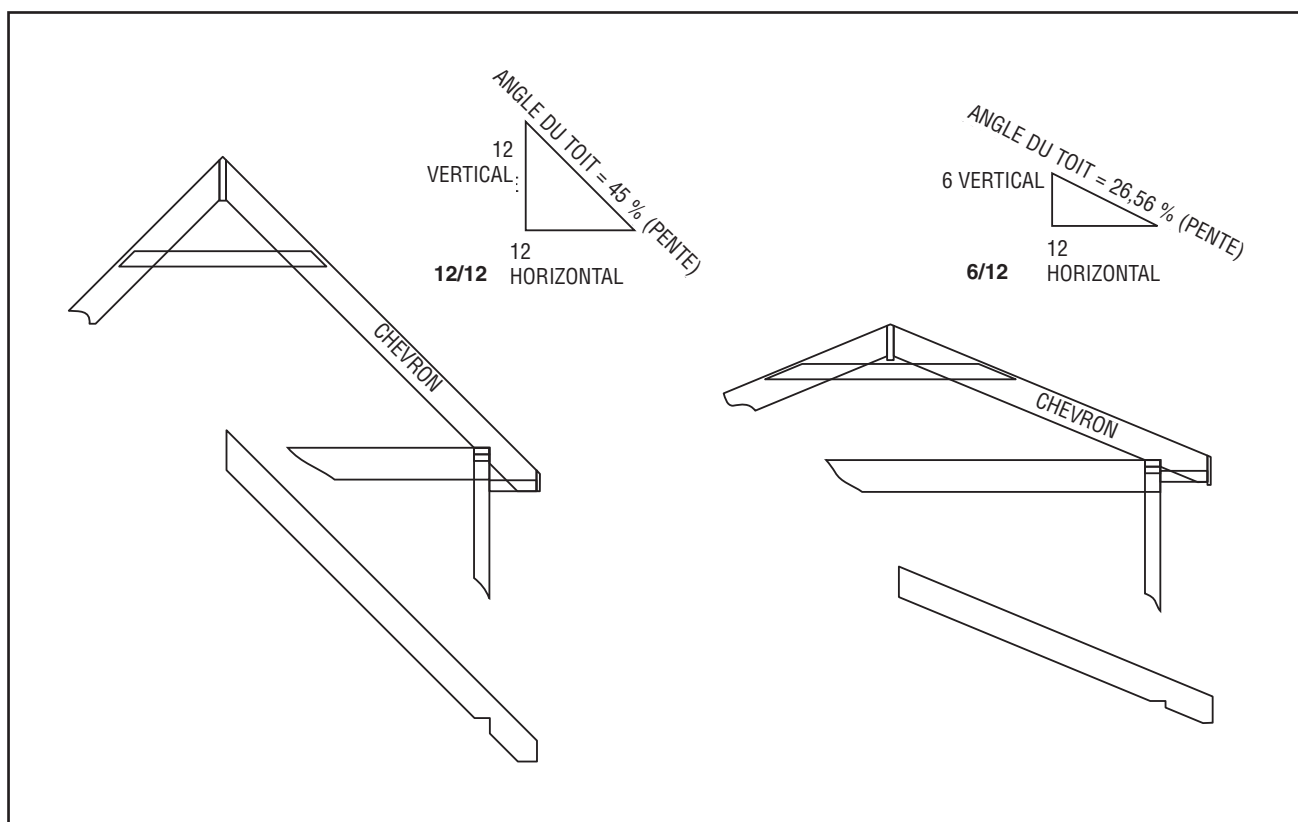

Figure 45. Coupe à un angle d'inclinaison – Chevrons de toitures communs
**Informations relatives aux angles d'inclinaison** – La section supérieure de l'échelle d'onglet montre les réglages d'angles requis pour couper des chevrons de toiture en utilisant le système « Pitch Angle » (angle d'inclinaison). 2/2, 4/12, 6/12, etc. sont tous des angles d'inclinaison. Le système est basé sur l'utilisation des « pouces » anglais. Un toit à angle d'inclinaison de 6/12 est égal à un rapport de 6 po à la verticale pour chaque longueur horizontale de 12 po (voir la Figure 45).